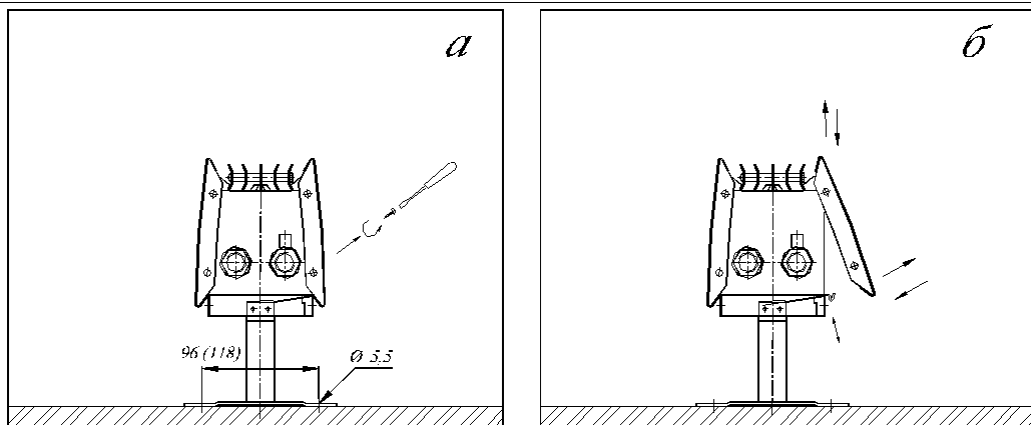

Рис.4
- 5.4. Снять лицевую панель предварительно открутив винты на боковых сторонах конвектора и освободив нижний край панели от фиксаторов.(Рис.4.)